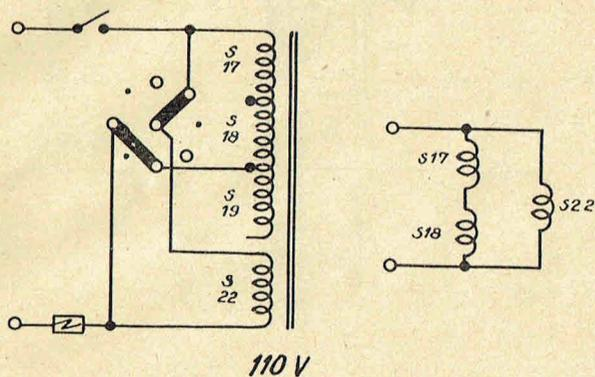

Fig. 7
**Position 110 Volts (fig. 7)**